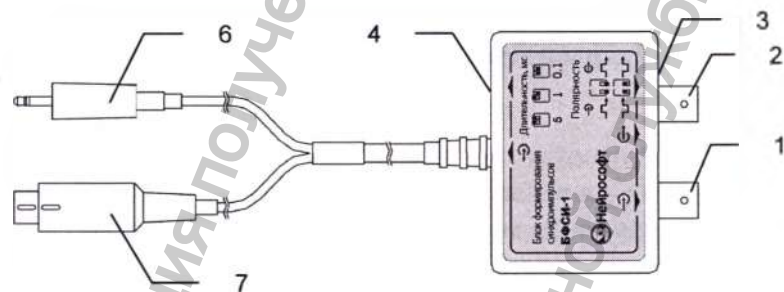

Рис. 2
2. Для подключения к «Нейро-МВП-Микро» и «Нейрон-Спектр» (рис. 2).
- Разъем подключения к выходу синхронизации приборов «Нейро-МВП-Микро» и «Нейрон-Спектр» (рис. 2).
- Разъем подключения к выходу видеостимулятора приборов «Нейро-МВП-Микро» и «Нейрон-Спектр» (рис. 2).